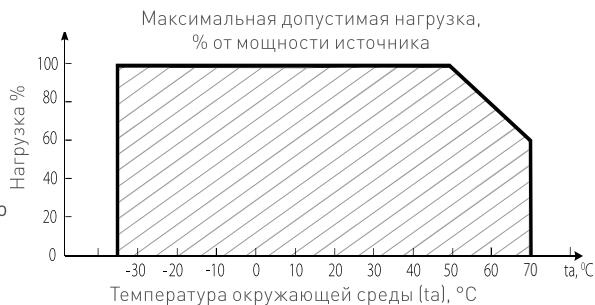

Рис. 2
- ↗ Температура окружающего воздуха от -35 до +50 °С (см. Рис. 2, график зависимости максимально допустимой нагрузки от температуры окружающей среды);
- 4.4. Не нагружайте источник питания более 80% от его максимальной мощности. Учитывайте, что с повышением температуры окружающей среды, максимальная мощность источника питания снижается, см. график зависимости максимально допустимой нагрузки от температуры окружающей среды на Рис. 2.